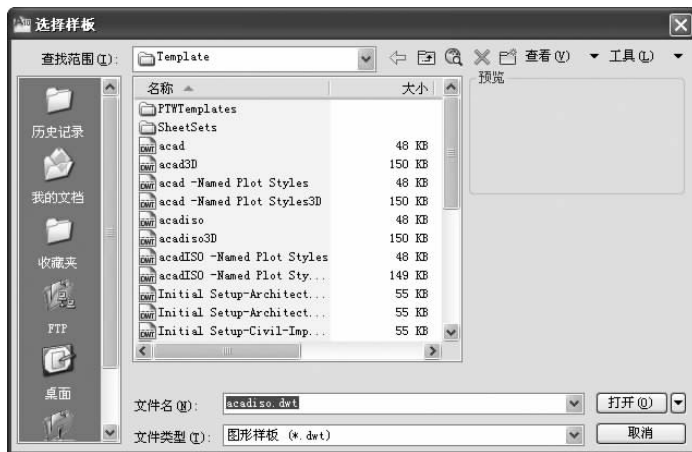

图 1-17 “选择样板”对话框
(1)执行“文件”→“新建”命令或单击“标准”工具栏中的“新建”按钮,打开“选择样板”对话框,如图 1-17 所示。